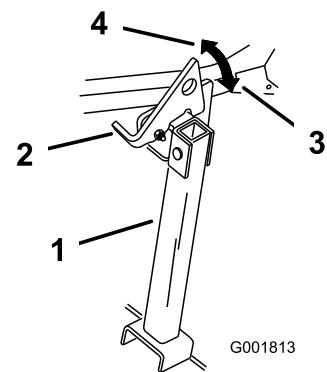

Bild 44
- 2. Heben Sie den Riegel in die entsicherte Stellung an (Bild 44).